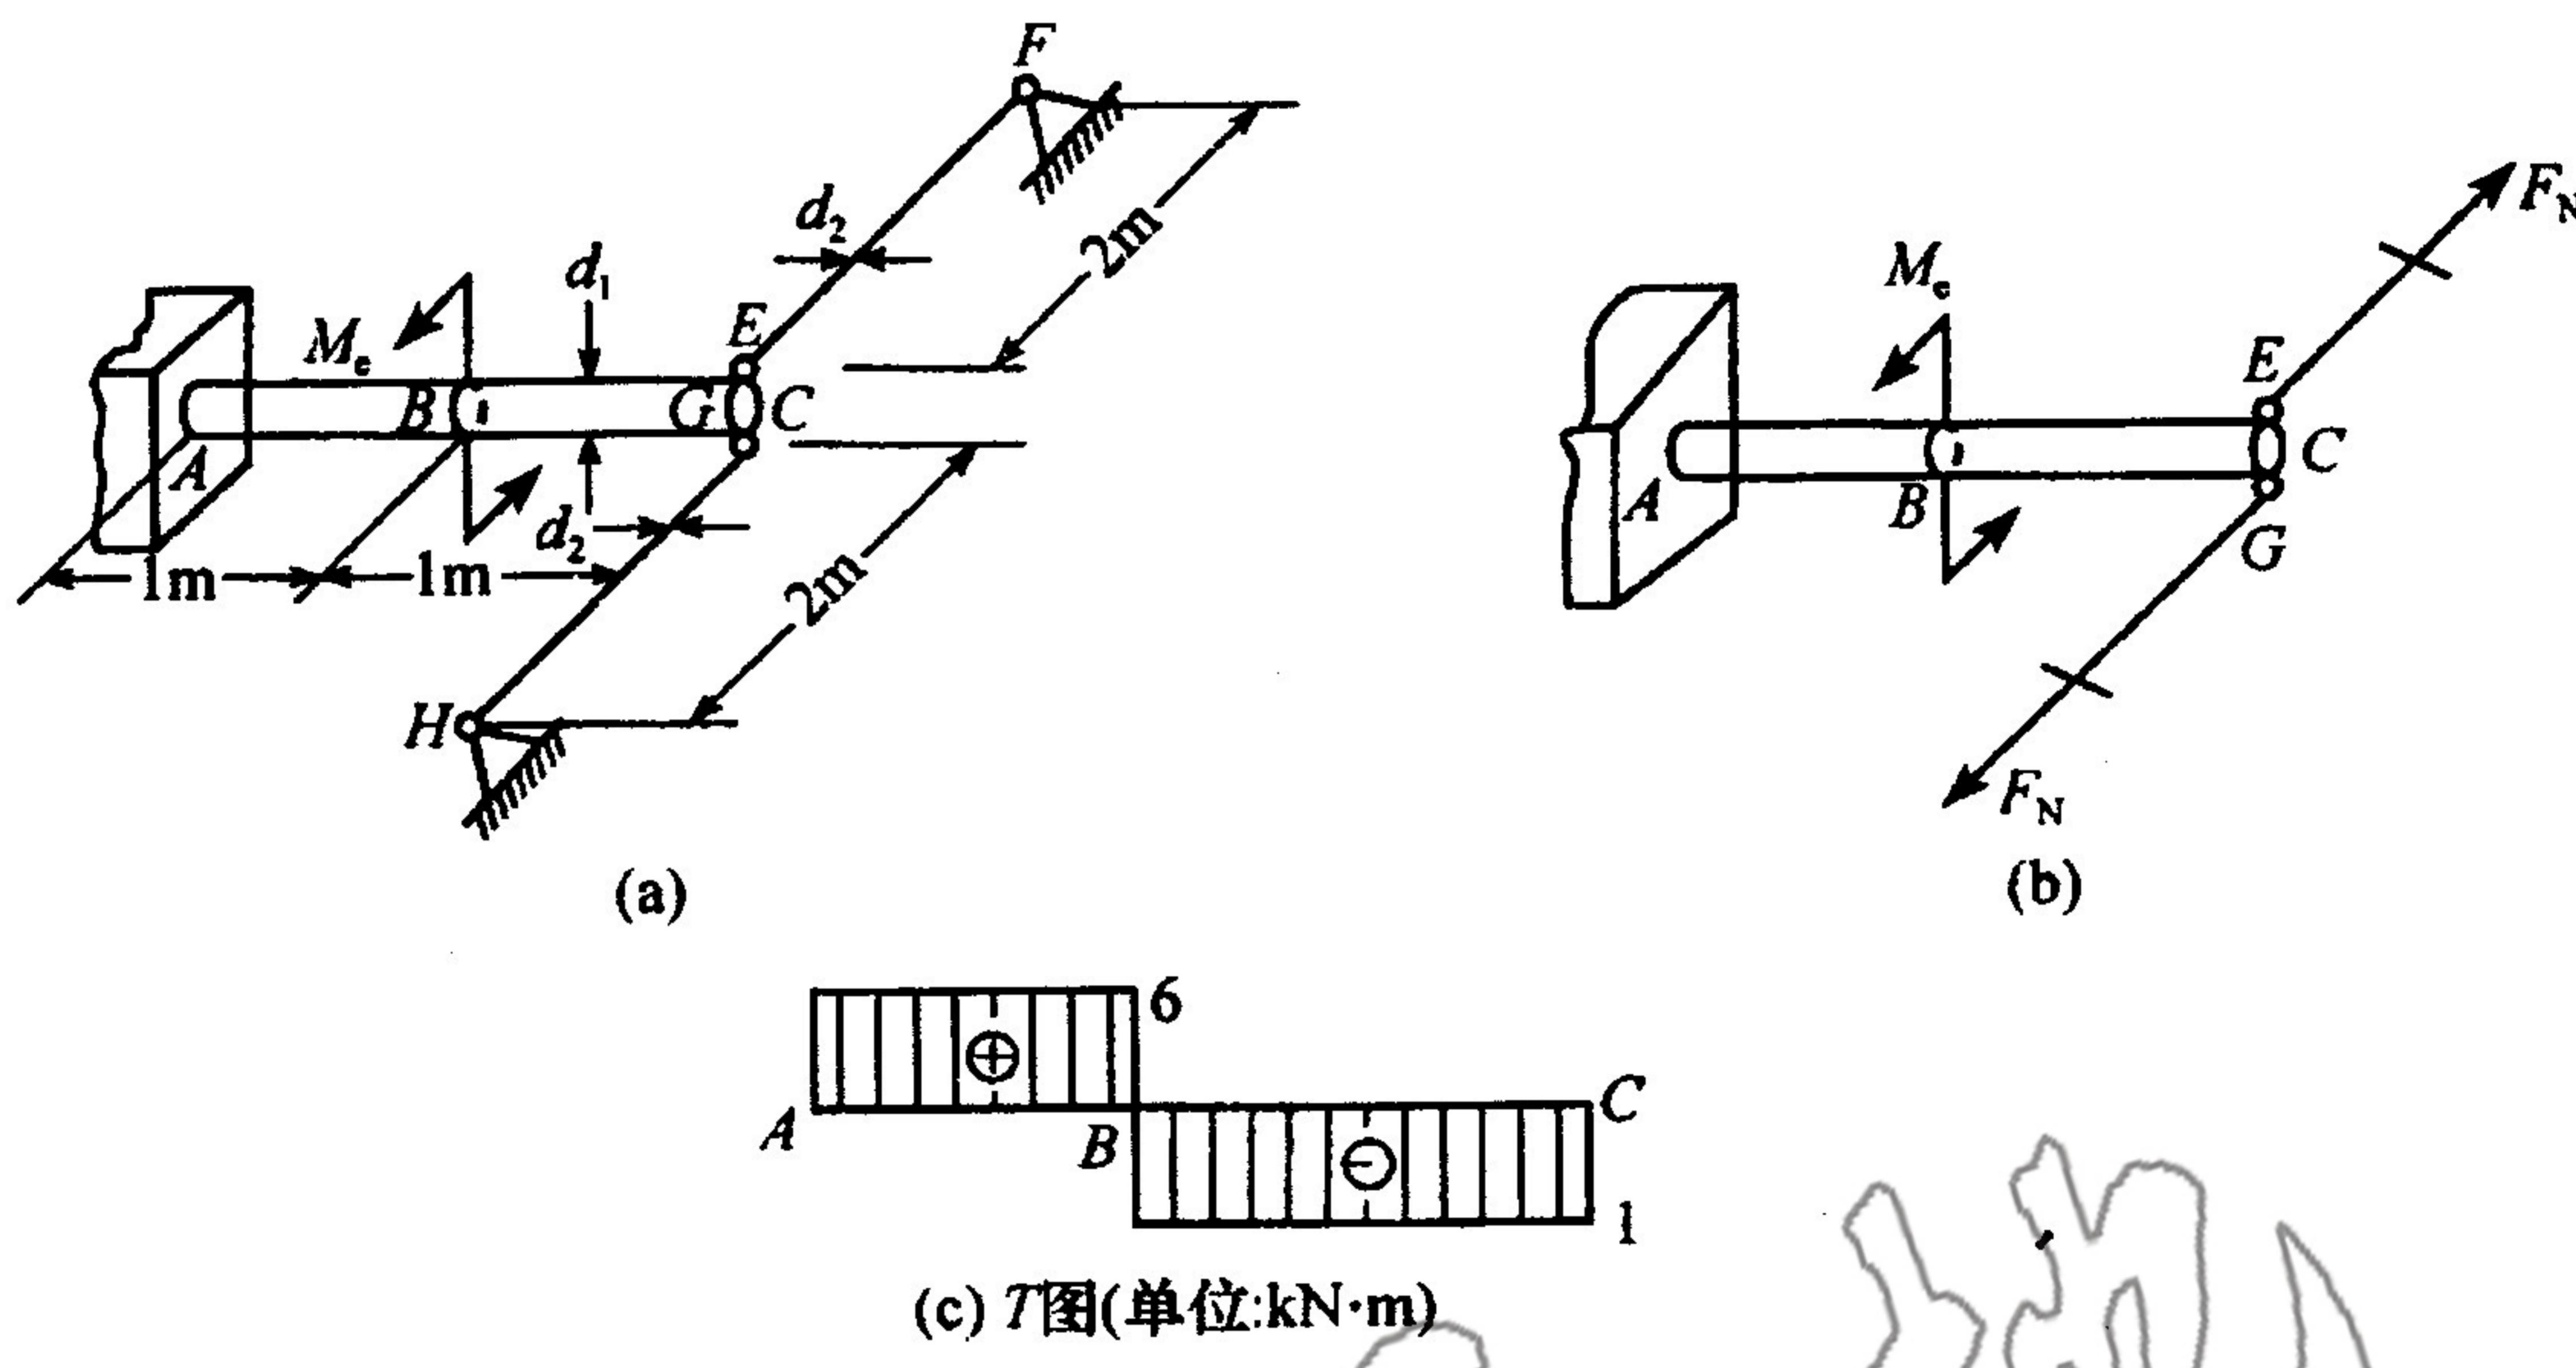

图 1.6
1.6 图 1.6(a)所示圆轴 AC, A 端固定，在横截面 C 的上、下两点 G 和 E 处用 2 根圆杆 GH、EF 铰接，GH、EF 与 AC 垂直，3 杆均处于水平位置。已知圆轴 AC 的直径 $d_1 = 100 \text{ mm}$ ，圆杆 GH、EF 的直径 $d_2 = 20 \text{ mm}$ ，各杆的材料相同， $G=0.4E$ 。试求在 B 截面处施加扭转力偶矩 $M_e = 7 \text{ kN} \cdot \text{m}$ 时，圆轴 AC 中的最大切应力。(20 分)
解得 $F_N = 10 \times 10^3 N = 10 kN$ ，作 AC 轴扭矩图如图 1.6(c) 所示。